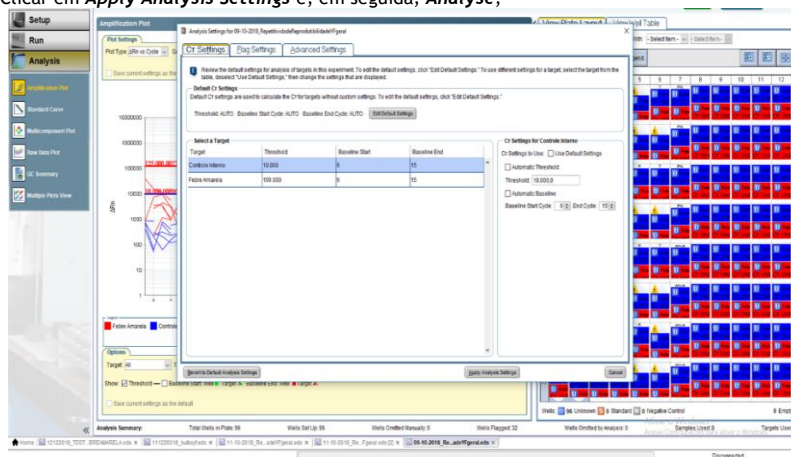

Figura 09: Seção **Analysis** para configuração dos parâmetros de análise.
- Uma janela de configurações de análise abrirá, conforme Figura 09. Nessa janela, na aba **Ct settings**, desativar os itens **Use Default Settings**, **Automatic Threshold** e **Automatic Baseline** para cada alvo e inserir os valores representados na Tabela 04: